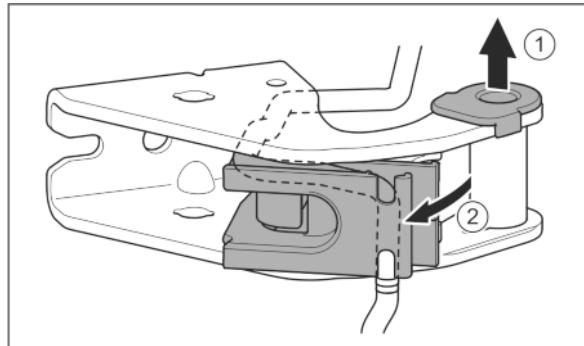

Fig. 29
- Опорную втулку вывести из направляющей. Fig. 29 (1)
- Отвести в сторону держатель кабеля. Fig. 29 (2)